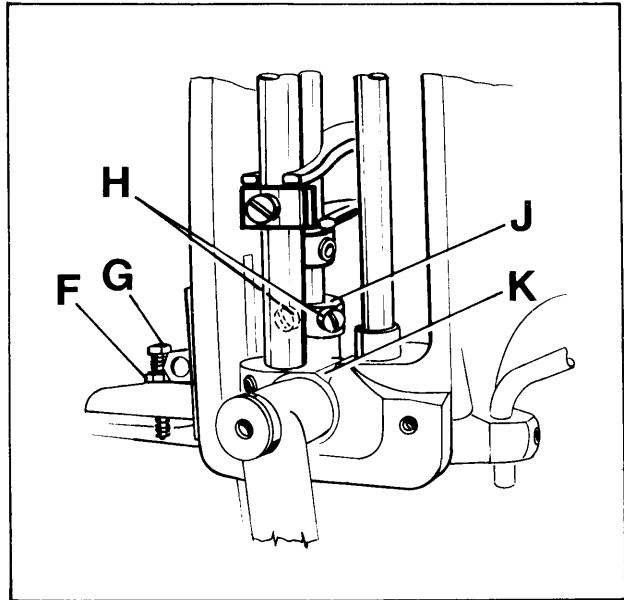

Fig. 20
For setting the small gap between the feed dogs loosen nut (F, Fig. 20). Turning in screw (G) increases the gap, turning it out decreases the gap. Retighten nut (F).
Para ajustar la pequeña brecha dentro del diente transportador, suelte la tuerca (F, Fig. 20). Girando el tornillo (G) hacia adentro aumenta la brecha, hacia afuera la disminuye. Asegure la tuerca (F) de nuevo.